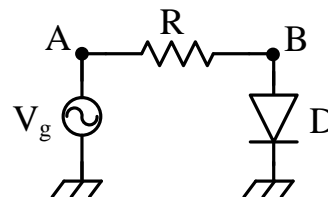

Figura 2. Circuito para obtener la Curva Característica del Diodo.
2.3) Monte el circuito de la Figura 2 con el mismo valor de R que el indicado en 1.3. Coloque en el generador de señales (V_g) una onda senoidal de amplitud aproximadamente igual a 10Vpico, promedio nulo y frecuencia 500Hz. Mida la tensión V_g y el período de la onda senoidal anótela en la hoja de datos.